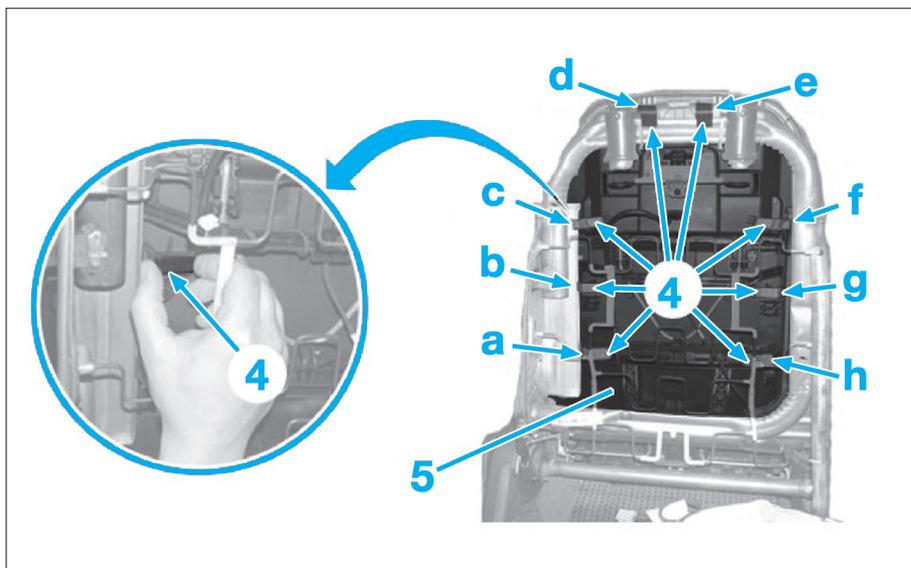
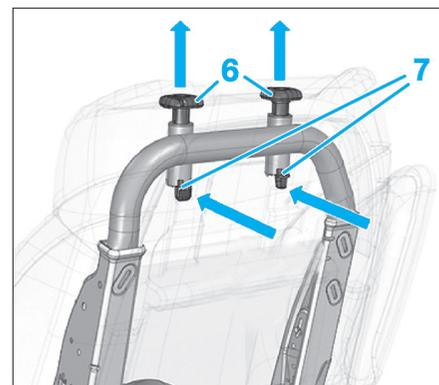

Fig. 10
Fig. 11
- Dégrafer la coque de dossier en (4) (dans l'ordre indiqué de (a) à (h) (Fig.10).
- Déposer la coque (5).
- Dégager les supports d'appui-tête (6) en poussant les verrouillages (7) et en les tirant par le dessus (Fig.11).